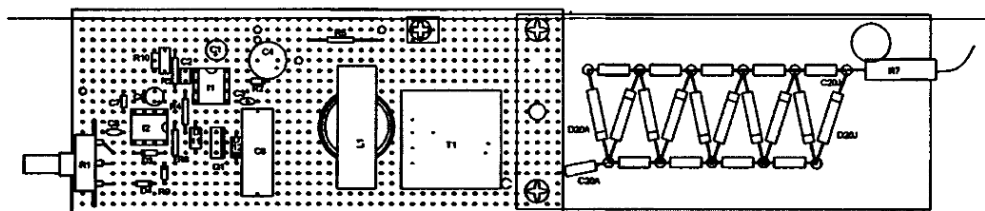

Рис. 1.5. Расположение компонентов на макетной и изоляционной платах ионного генератора
5. Если вы используете перфорированную плату, вставьте компоненты, начав с нижнего левого угла, как показано на рис. 1.5 и 1.6. Обратите внимание на правильность установки полярных конденсаторов: около положительного